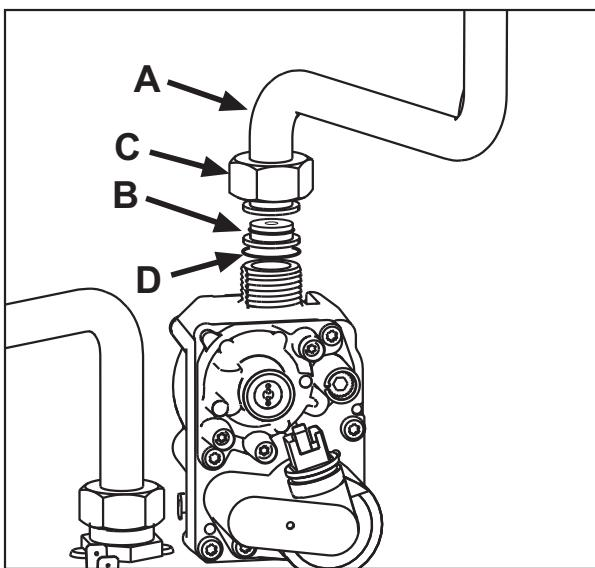

рис. 22
3. Открутите колесико С и выньте газовую трубу А из газового клапана (см. рис. 22).
4. Замените форсунку В, вставленную в газовую трубу, на форсунку, входящую в комплект для переоборудования, поместив между ними прокладку Д (см. рис. 22).